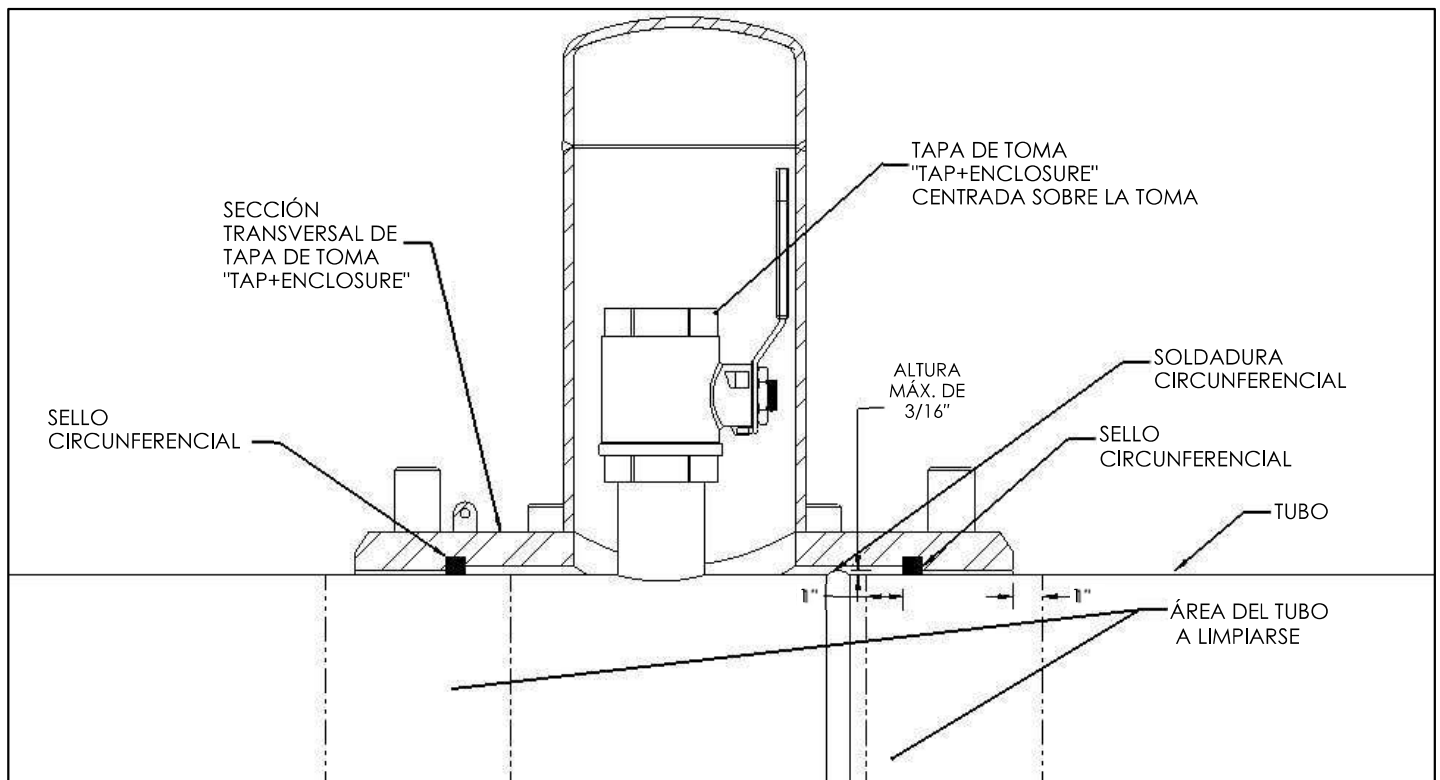

Figura 1
2. Elimine todo recubrimiento, óxido y sarro de la superficie del tubo donde los sellos circunferenciales de la camisa bipartida "PLIDCO Split+Sleeve" entrarán en contacto con el tubo (consulte la Figura 1). Se prefiere un acabado casi blanco, como se indica en SSPC-SP10/NACE No.2, 1" (25 mm) antes y después del sello. Cuanto más limpia esté la superficie del tubo, más positivo será el sellado. Las superficies arenadas deben pulirse y quedar lisas.
3. Donde los sellos circunferenciales entrarán en contacto con cualquier soldadura longitudinal, circunferencial o en espiral en los tubos u otras protrusiones, las soldaduras en dicha área deben esmerilarse a ras del diámetro exterior del tubo. El área debe extenderse 1 pulgada (25 mm) dentro de los sellos y 1 pulgada (25 mm) más allá del accesorio, tal como se muestra en la Figura 1 designada, "*Área del tubo a limpiarse*".
4. Las soldaduras circunferenciales y longitudinales de tubos dentro de los sellos circunferenciales no requieren esmerilarse a tope, siempre y cuando la altura de la soldadura no exceda de 3/16 pulgadas (4.7 mm) (consulte la Figura 1).